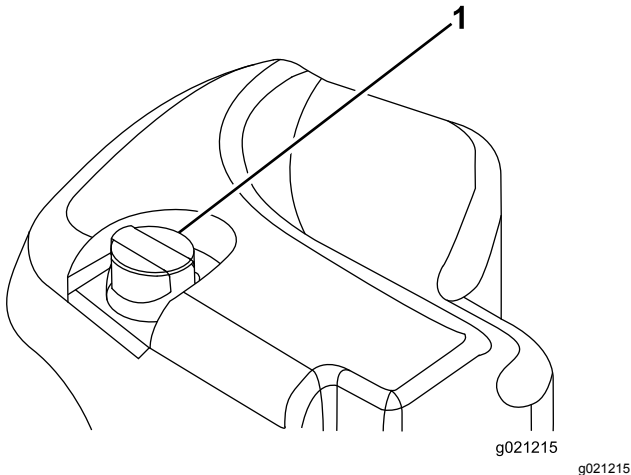

Figure 29
2. Nettoyez la surface autour du goulot et du bouchon de remplissage du réservoir hydraulique (Figure 29). Enlevez le bouchon du goulot de remplissage